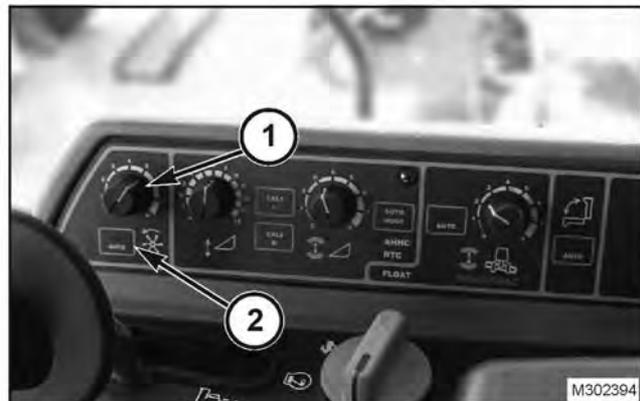

FIG. 70
FIG. 70: con la cosechadora estacionada, active los embragues de la trilladora y del cabezal y luego incrementar el régimen del motor a la posición de aceleración máxima. Girar la perilla de control de velocidad del molinete (1) completamente en sentido antihorario hasta alcanzar la posición de velocidad mínima y presionar la tecla del molinete automático (2) para ingresar al modo automático (testigo encendido).